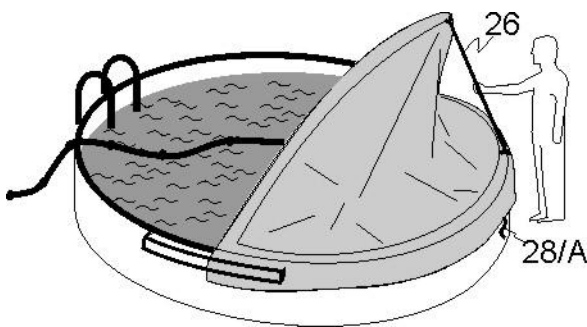

Abb. 7.2
- Den oben liegenden Bogen mit dem Aufstell-Hilfs-Stab (26) hochheben und diesen zwischen den beiden Bögen einsetzen. (Abb. 7.2)